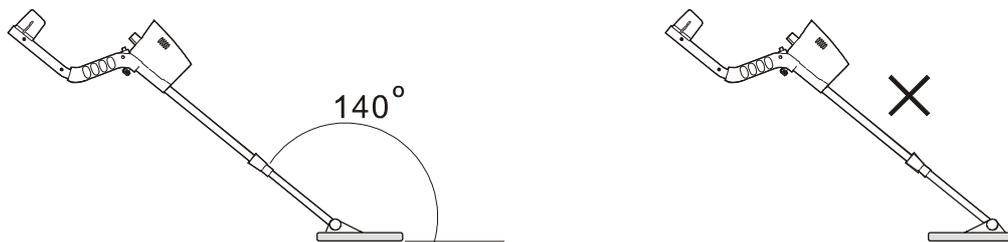

Abb. 8
- Positionieren Sie die Suchspule so, dass der Winkel zwischen der Suchspule und dem Aluminium-Schaft ungefähr  $140^\circ$  beträgt. Vermeiden Sie Fehler bei der Positionierung (Abb. 8)